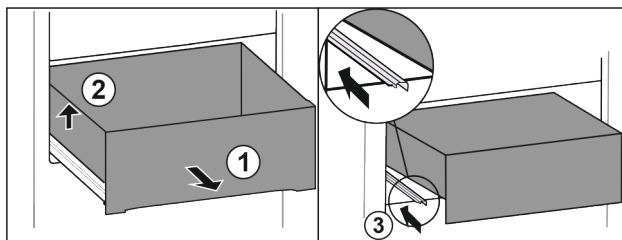

Fig. 12
- ▶ Вытяните выдвижной ящик до упора. Fig. 12 (1)
- ▶ Приподнимите выдвижной ящик слева. Fig. 12 (2)
- ▶ Вставьте левую направляющую. Fig. 12 (3)